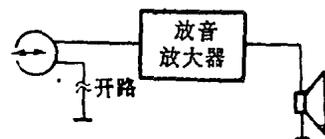

图1-3
(1) 干扰检查法操作方便，能将故障范围缩小到某一放大级或某集成电路中，有时也能直接发现故障部位。干扰检查法往往在试听功能判别法之后运用，只需要干扰检查前置放大器电路或低放电路，不必对这两部分电路同时进行干扰检查。
(2) 干扰点应是放大器电路传输信号的热端，例如放大器的输入端、输出端，干扰地线是错误的。在干扰检查前置放大器和低放电路输入端时，要将音量电位器适当开大。
(3) 干扰检查法习惯上从后级向前级逐级干扰检查，也可以从前级向后级干扰检查。当没有电原理图时，可采用快速干扰方法，即只干扰放大管的基极、集电极或集成电路的输入，输出引脚。
(4) 对于共发射放大器，干扰基极的响声应大于干扰集电极时的响声。对于共集电极放大器，干扰集电极时无响声是正常的，要注意这一点，以免产生误判。
(5) 干扰检查法也有失效的情况，例如干扰检查变压器耦合推挽输出放大器时，干扰检查法的检查结果往往是不准确的。
(6) 干扰录放磁头两根引脚时，若是干扰两根引脚扬声器中均无响声，说明放音放大器有故障。若干扰两根引脚时扬声器中均有一样大小的响声，说明磁头地线开路（如图1-3所示），此时干扰地线引脚的干扰信号经磁头线圈窜入了放大器。当干扰磁头的一根引脚很